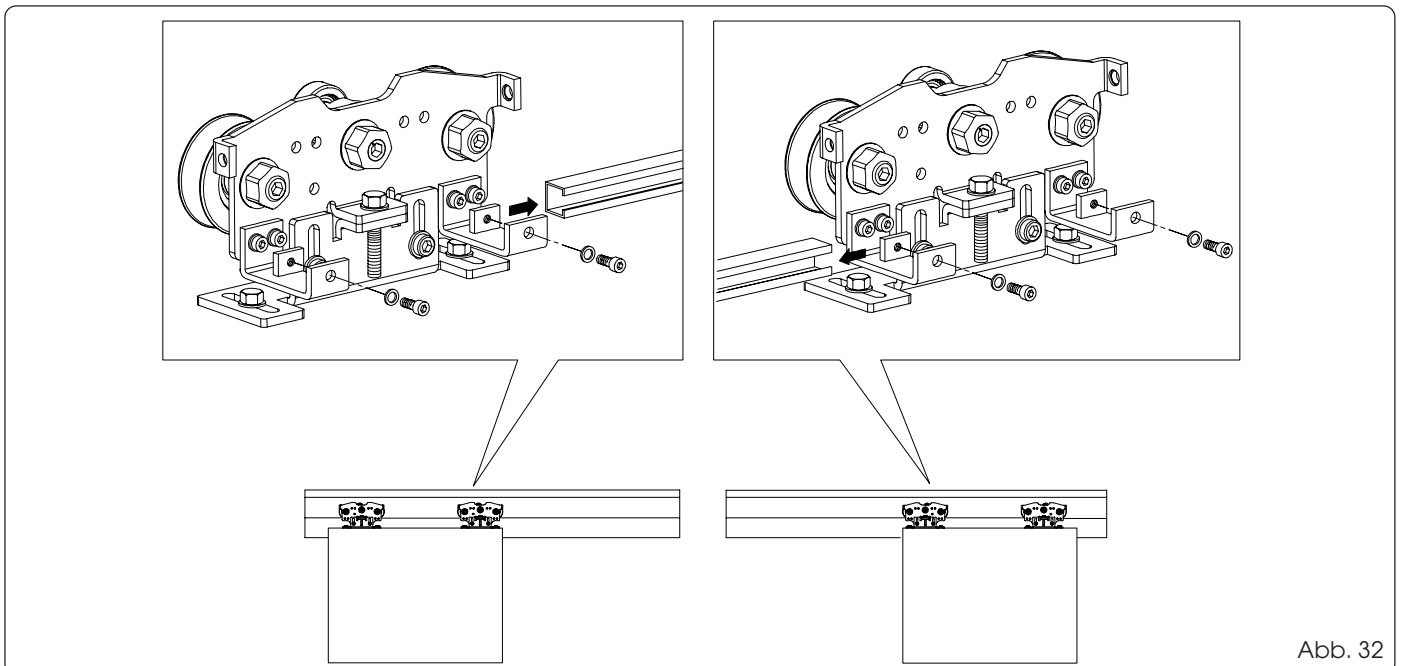

Abb. 32
- Die Flügel in die Öffnungsposition schieben (Abb. 32).
- Zwei Plättchen mit Gewindebohrung in die Führungsstange einführen (Abb. 32).